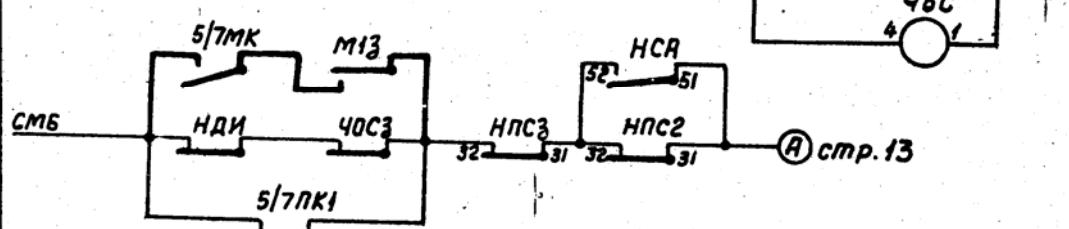

Рис. 7 (см. лист 24)
3. Для исключения замыкания стрелок №№ 13 и 15 в маршруте по светофору М1 до светофора М3 в схемах управления стрелками 13 и 15 /лист 24/ вносятся изменения, приведенные на рис.7 приложения.